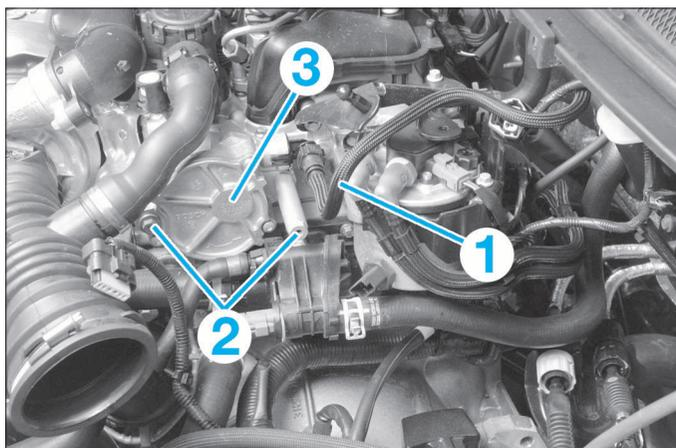

FIG. 25
- Débrancher le flexible à dépression de la pompe (1) (Fig.25).
- les vis (2) de fixation de la pompe à vide.
- la pompe à vide (3).